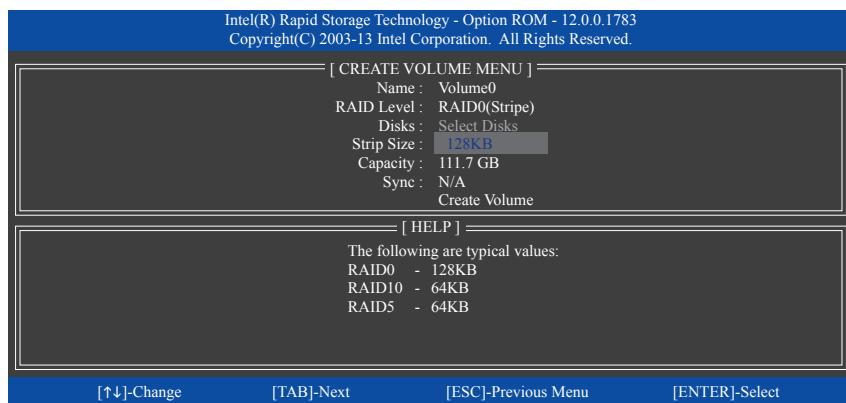

図 12
**Disks** アイテムの下で、RAID アレイに含めるハードドライブを選択します。取り付けたドライブが 2 しかない場合、ドライブはアレイに自動的に割り当てられます。必要に応じて、ストライブブロックサイズ (図 12) を設定します。ストライブブロックサイズは 4 KB~128 KB まで設定できます。ストライブブロックサイズを選択してから、<Enter> を押します。